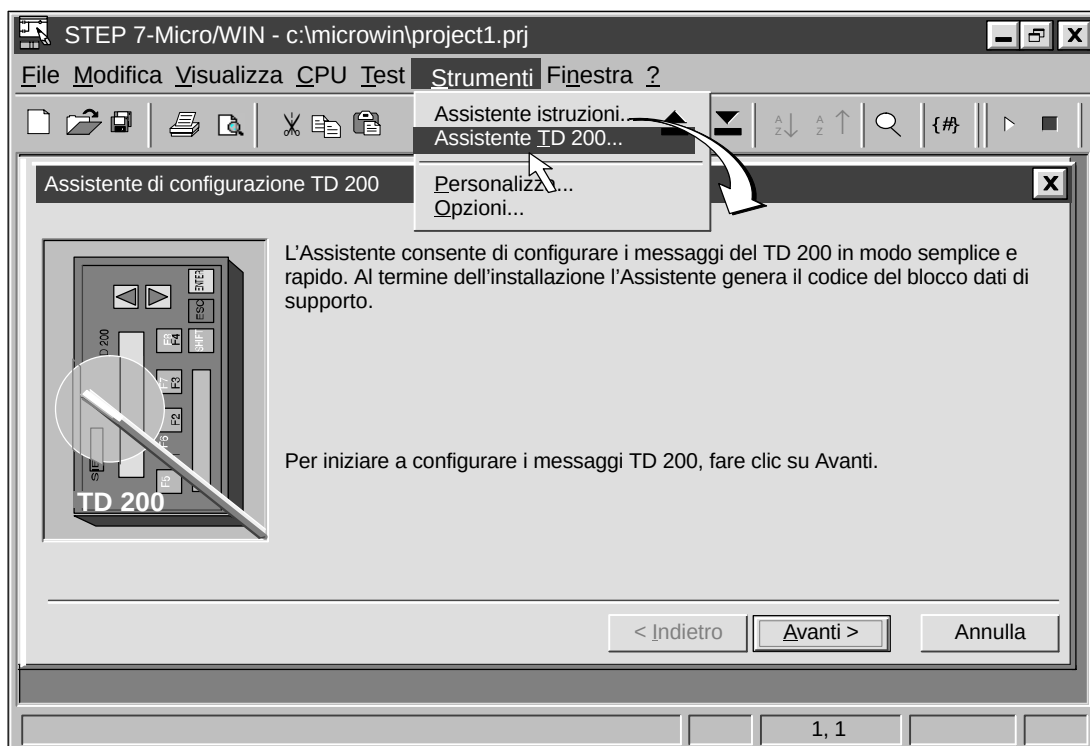

Figura 2-1 Accesso all'Assistente di configurazione TD 200
**Strumenti > Assistente TD 200...** come indicato nella figura 2-1.